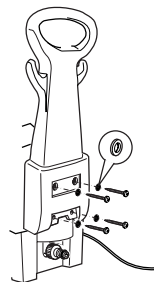

Figure 2
2. Fixer le manche noir avec les vis et rondelles fournies (Figure 2).